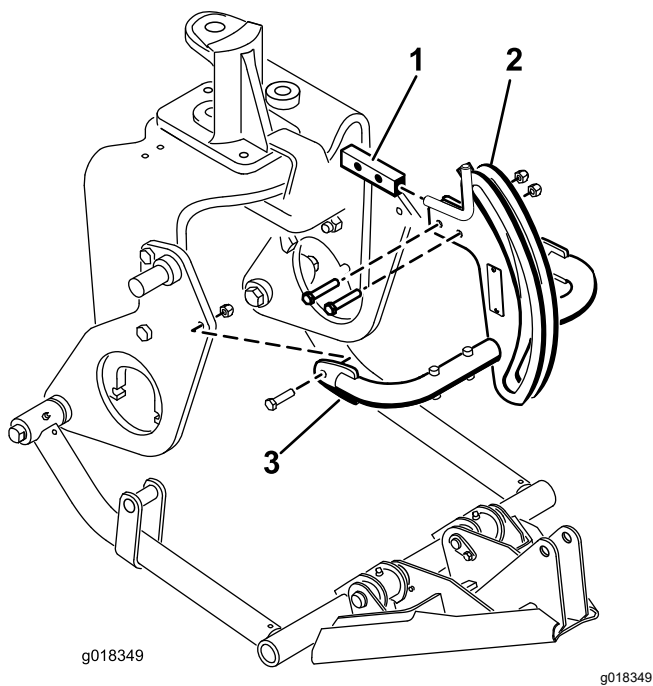

图 14
- 使用 2 个螺栓 3/8 x 2 英寸和螺母将挂钩架顶部安装至挂钩架支架 图 14。
- 用螺栓 3/8 x 1-1/2 英寸和螺母 图 14 将挂钩架管安装到犁板上并拧紧紧固件。